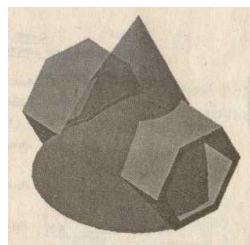

Рис.131
31. После выполнения процедуры окрашивания модели (по алгоритму, приведенному в упражнении №1 лаб.раб. 5, пп.15-17) она имеет вид рис. 131.